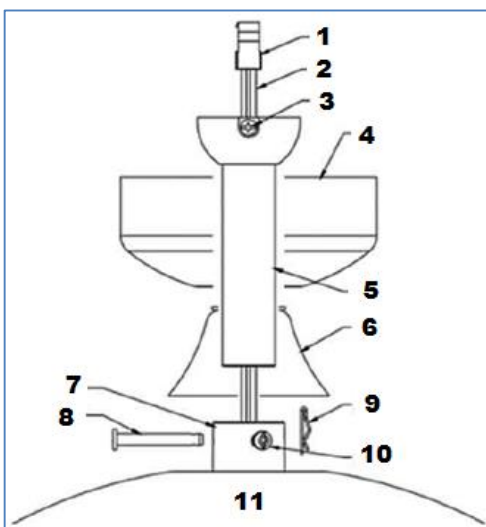

Fig. 4
- 1) Steek de stang (5) door de overkapping (4) en de bout en dopje (6).
- 2) Verwijder het kogelgewricht door de schroeven los te maken (3) en steek de motorbedrading door de stang en bevestig daarna het kogelgewricht weer op de stang.
- 3) Steek de stang in de koppeling (7), breng de gaten in de koppeling in lijn met de gaten in de stang en steek de bout in de gaten (8). Steek de pen (9) door het uiteinde van de bout.
- 4) Zet de stang en koppeling vast door de twee schroeven (10) op de koppeling aan te draaien. Fig. 4